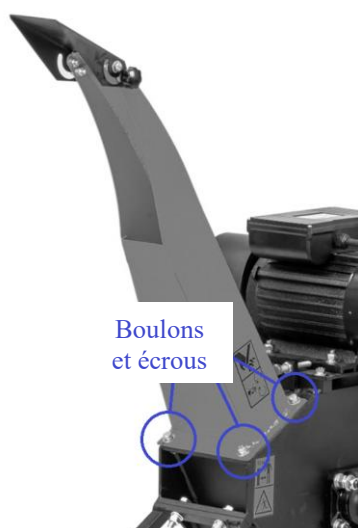

Fig. 6
- Positionnez la goulotte de décharge (14) sur la chambre de broyage (1), en veillant à ce que l'ouverture de sortie soit orientée vers l'extérieur.
- La goulotte de décharge est fixée à la chambre de broyage en quatre points d'angle avec des boulons et écrous, comme montré à la figure 6.